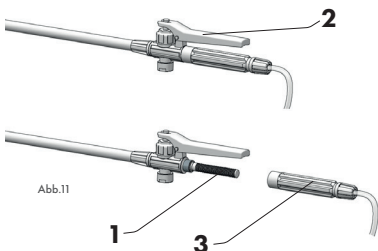
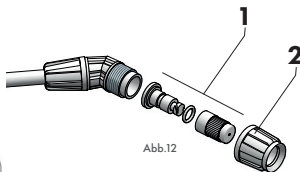

Abb.11
Abb.12
Gießen Sie das zuvor vorbereitete Arbeitsmedium durch das darunterliegende Sieb (Abb. 8/Pos. 2). Der in das Sieb eingedrungene Schmutz sollte entfernt werden. Schrauben Sie den Sicherheitsverschluss auf. Das Sieb kann unter dem Sicherheitsverschluss bleiben. Bringen Sie den Rückensprüher an den Arbeitsplatz. Jetzt können Sie den Rückensprüher auf den Rücken legen und die Schultergurte einstellen. **Heben Sie den Rückensprüher am Gurt ohne die Sicherheitsschnalle an.** Stellen Sie den Hüftgurt ein und schließen Sie ihn. Richten Sie die Lanzenspitze auf den Sprühbereich und betätigen Sie den Hebel am Lanzengriff (Abb. 11/Pos. 2). Beachten Sie die Windrichtung und sprühen Sie immer mit dem Wind.
Der Filter (Abb. 11/Pos. 1) im Griff der Lanze (Abb. 11/Pos. 3) und die Düse (Abb. 12/Pos. 1) am Ende der Lanze (Abb. 1/Pos. 7) sollten regelmäßig oder vor jedem längeren Stillstand gereinigt werden.
Lösen Sie die Lanzenspitzenmutter (Abb. 12 / Pos. 2). Ersetzen Sie die Düse (Abb. 12 / Pos. 1). Schrauben Sie die Lanzenspitzenmutter mit der Düse auf die Lanze, bis sie luftdicht ist.
2. Drücken Sie den Hebel (Abb. 11/Pos. 2), um mit dem Sprühen zu beginnen.